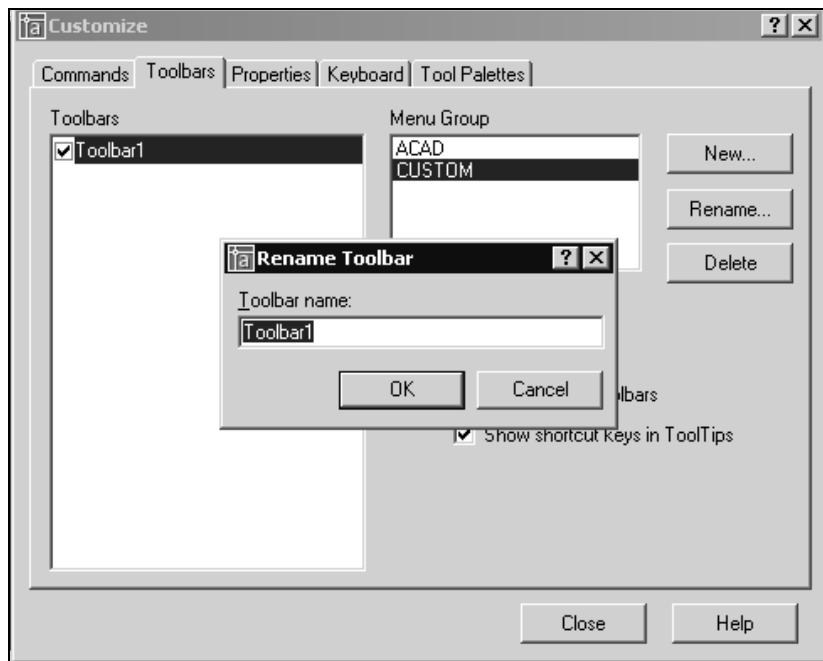

Рис. 4.5. Диалоговое окно для переименования панели инструментов
- Для переименования панели, выбранной в списке **Toolbars** (Панели), щелкните мышью на кнопке **Rename** (Переименовать). Появится диалоговое окно **Rename Toolbar** (Переименование панели) (рис. 4.5), в котором дайте панели инструментов новое имя.